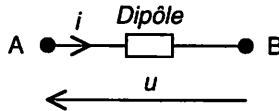

Figure 6.1 Convention récepteur
- Convention récepteur (Fig. 6.1)